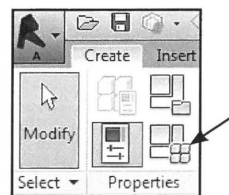

Fig. 07.01. Family Type.
- Stå i familien og klik *Family Type* (Fig. 07.01).